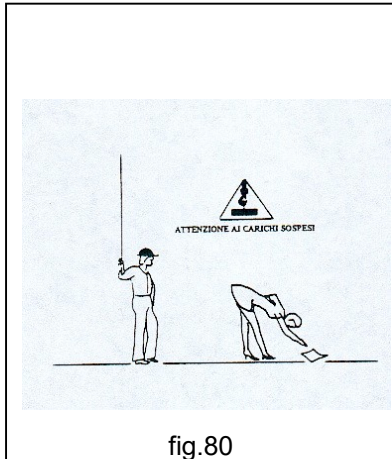

fig.80
- **NUNCA** opere sin la debida atención durante la elevación, la rotación y la traslación (fig.80).